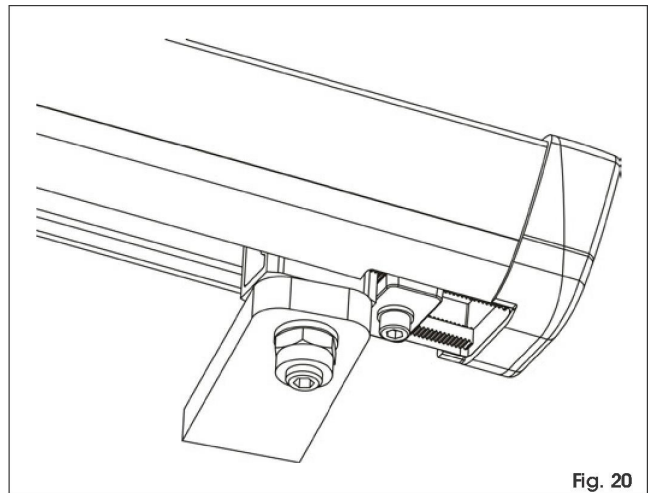

Fig. 20
4. Deplasați dispozitivul de oprire în apropierea prinderii, după cum se indică în Fig.20.